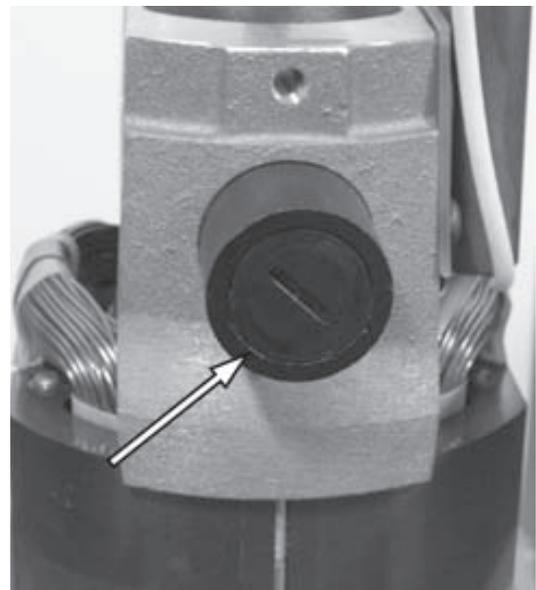

Figura 23.
4. Consulte la figura 23. Con un destornillador, retire las tapas del portaescobillas y los conjuntos de escobillas.